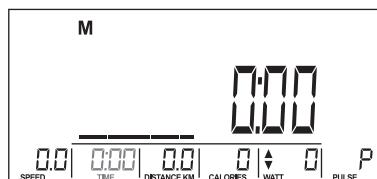
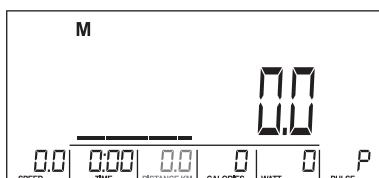
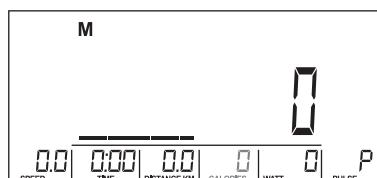
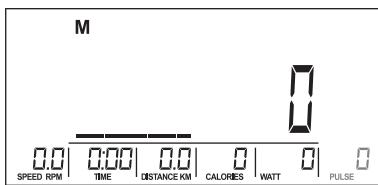

Abb. 10
Abb. 11
Abb. 12
Abb. 13
4. Stellen Sie mit dem Datenrad – TIME (Abb. 10), DISTANCE (Abb. 11), CALORIES (Abb. 12), PULSE (Abb. 13) ein und drücken Sie MODE zur Bestätigung.
- Stellen Sie mit dem Datenrad den Wert der TIME ein (Abb. 10).